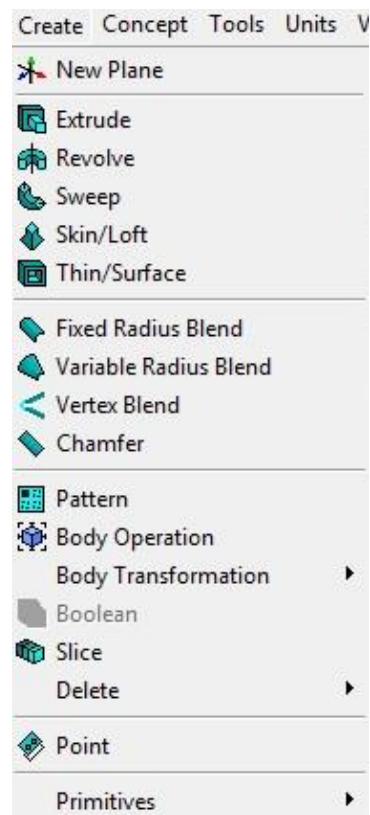

Рис. 4. Панель *Create*
- **Concept** – інструменти концептуального моделювання на основі ескізів: створення точок на площині, побудова ліній за набором точок, створення площини на основі ескізу (рис. 4).